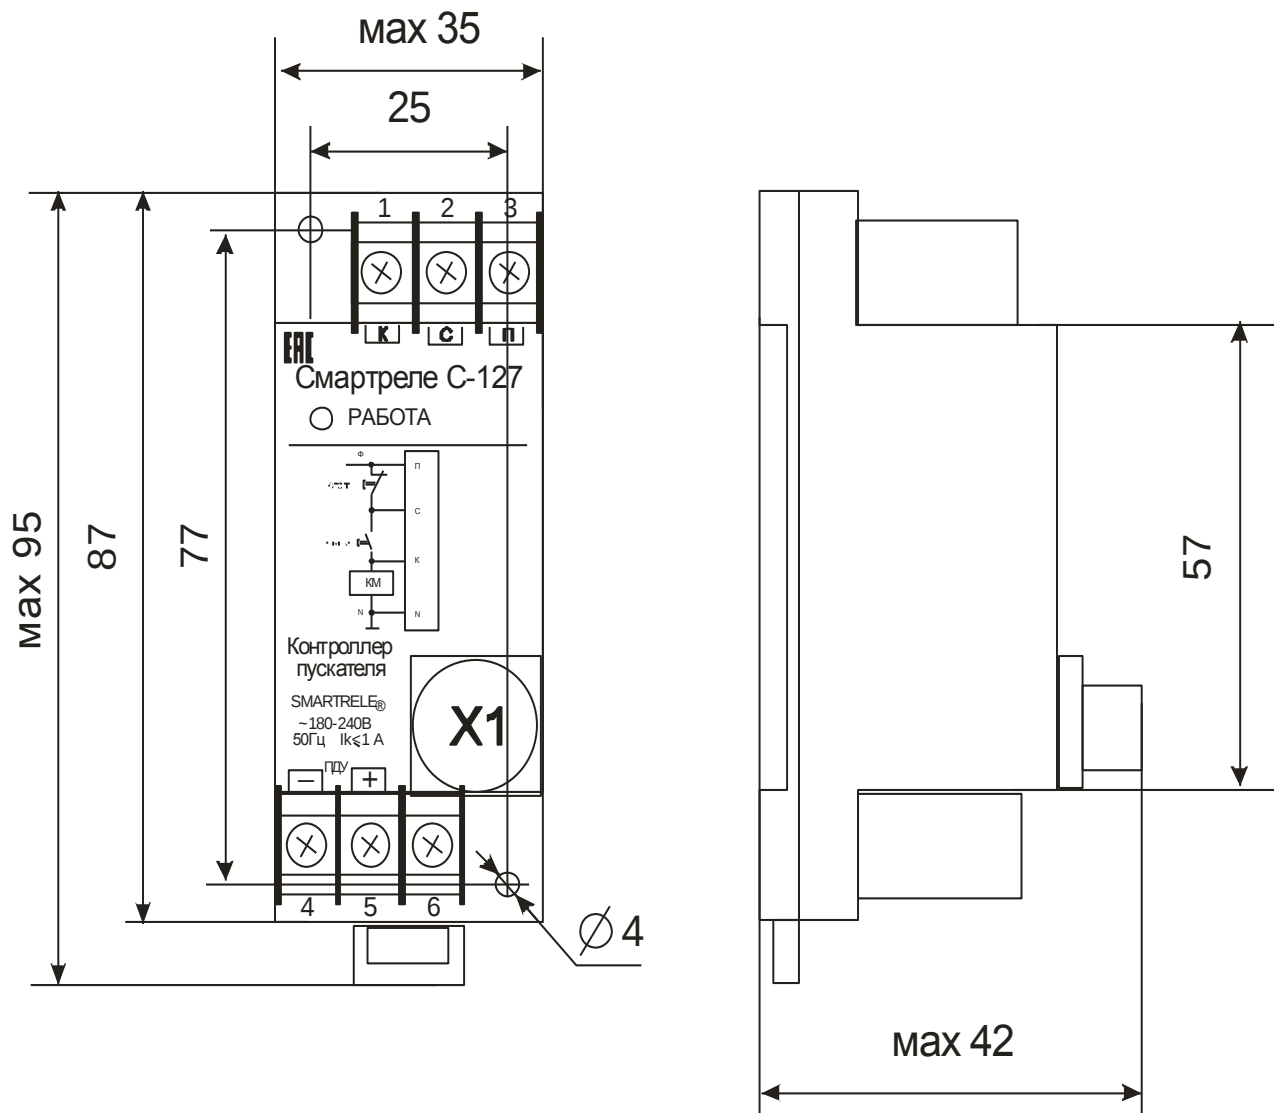

Рисунок 1- внешний вид, габаритные и установочные размеры
5.1 Внешний вид габаритные и установочные размеры контроллера показаны на рис.1.